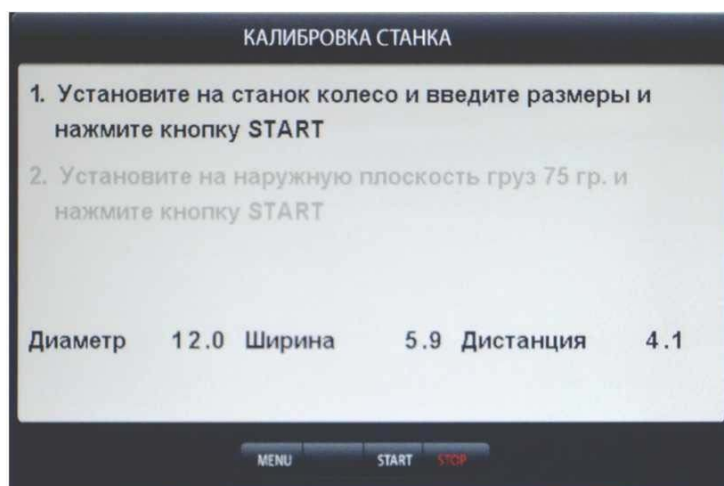

рис.19.1
20.2. Нажмите кнопку «MENU», в открывшемся окне MENU выберите пункт 1. «Калибровка станка», нажав кнопку 1 в верхнем ряду клавиатуры. Откроется окно КАЛИБРОВКА СТАНКА (рис.19.1).
20.5. Запустите СБ, нажав кнопку «START». После первого цикла в окне рис.19.1 высветится второй пункт «Установите на наружную плоскость калибровочный груз и нажмите кнопку «START».